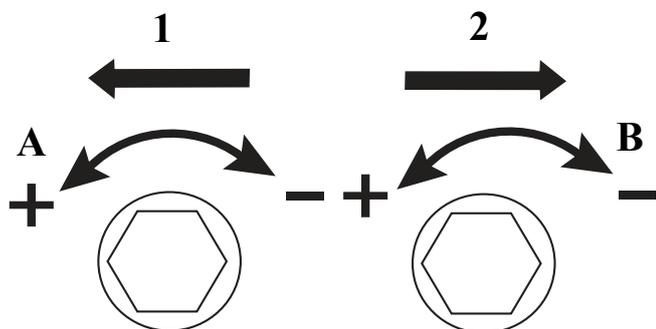

Рис. 5. Настройка концевых выключателей
### КОНЦЕВЫЕ ВЫКЛЮЧАТЕЛИ (Рис. 5)
**ВНИМАНИЕ:** Направление вращения привода указывают стрелки 1 и 2 на блоке концевых выключателей электропривода (Рис.5).